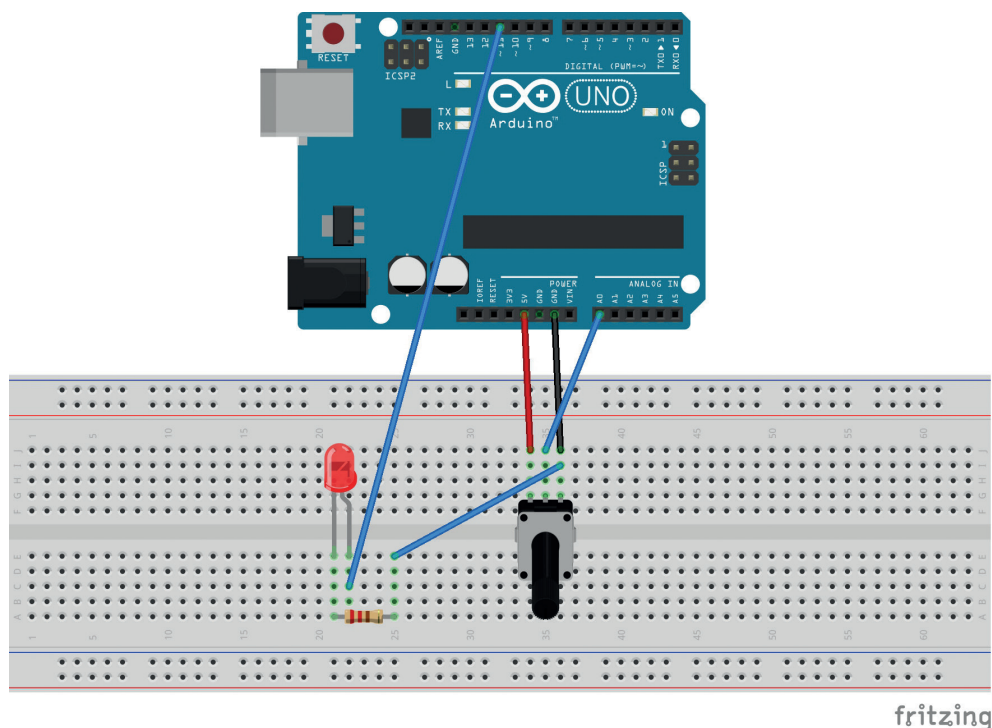

Рис. 40 ❖ Схема подключения с макетной платой для практического занятия 3
**Схема** представлена на рис. 40.